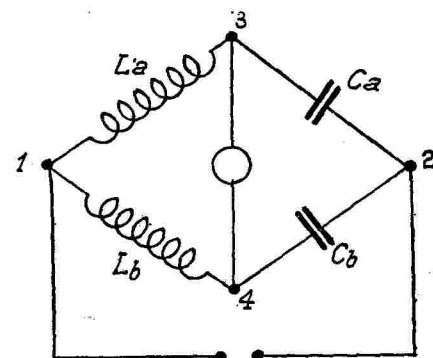

Fig. 10. — Neutralisation par la méthode du pont de Wheatstone.
Une antenne d'émission (fig. 10) fonctionne comme le circuit de droite
Fig. 10. — Une antenne d'émission (à droite) est un circuit « ouvert » dans lequel on fait osciller très rapidement un courant alternatif, seul capable de se maintenir dans un tel circuit. Les variations d'intensité et de sens du courant produisent des variations correspondantes d'aimantation de l'espace. A leur tour, ces variations d'aimantation produisent des courants, alternativement ascendants et descendants dans l'antenne de réception.
b) *Méthode du pont de Wheatstone.* - Considérons le schéma figure 10 dans lequel deux inductances L_1 , L_2 , d'une part, et deux capacités variables C_1 , C_2 , d'autre part, forment les côtés adjacents d'un quadrilatère théorique 1, 2, 3, 4, alimenté suivant la diagonale 1, 2 par une source alternative et pourvu, suivant la diagonale 3, 4 d'un instrument (galvanomètre ou téléphone) permettant de déceler le passage du courant même très faible.
plage genre pont de Wheatstone entre les deux circuits C_1 , L_1 et C_2 , L_2 du schéma figure 10, de telle sorte que par l'introduction de capacités variables auxiliaires, l'effet de la capacité parasite c soit neutralisé. Considérons en